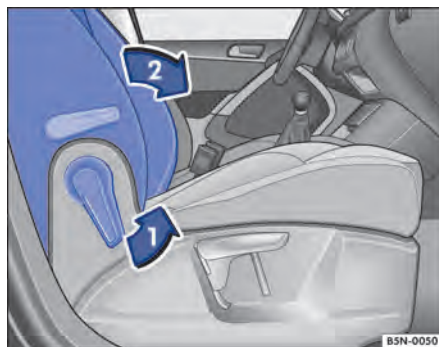

Fig. 91 Banco do passageiro dianteiro: rebater o encosto para frente.
- Destruar o encosto do banco do passageiro dianteiro no sentido da seta → Fig. 91 ①.
- Rebater o encosto do banco do passageiro dianteiro para frente, no sentido da seta → Fig. 91 ②, para a posição horizontal. O encosto do banco do passageiro dianteiro rebatido para baixo deve ser travado de forma segura.
- Para rebater de volta, destravar novamente o encosto do banco do passageiro dianteiro → Fig. 91 ①.